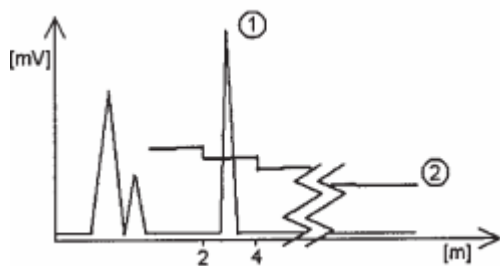

Рис. 7: При коэффициенте усиления 3 сигнал уровня заполнения (1) находится между расстояниями в 2 и 4 м. (2) – граничное значение (порог срабатывания)
Рис. 8: Уровень заполнения снизился, расстояние между уровнем заполнения и фланцем увеличилось. Отраженные сигналы уровня заполнения (1) и помеховые сигналы (3) стали слабее (меньшая амплитуда). Помеховые сигналы теперь находятся ниже граничного значения (порога срабатывания) (2), нижняя граница которого составляет 50 мВ. Как и на рис. 7 коэффициент усиления равен 3.